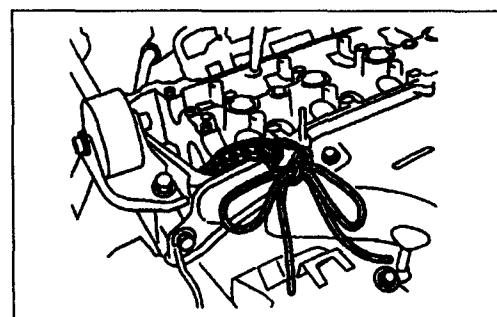

图 1-15
(11)用绳绑好正时链,如图1-15所示。注意:小心不要掉东西进正时链室内。